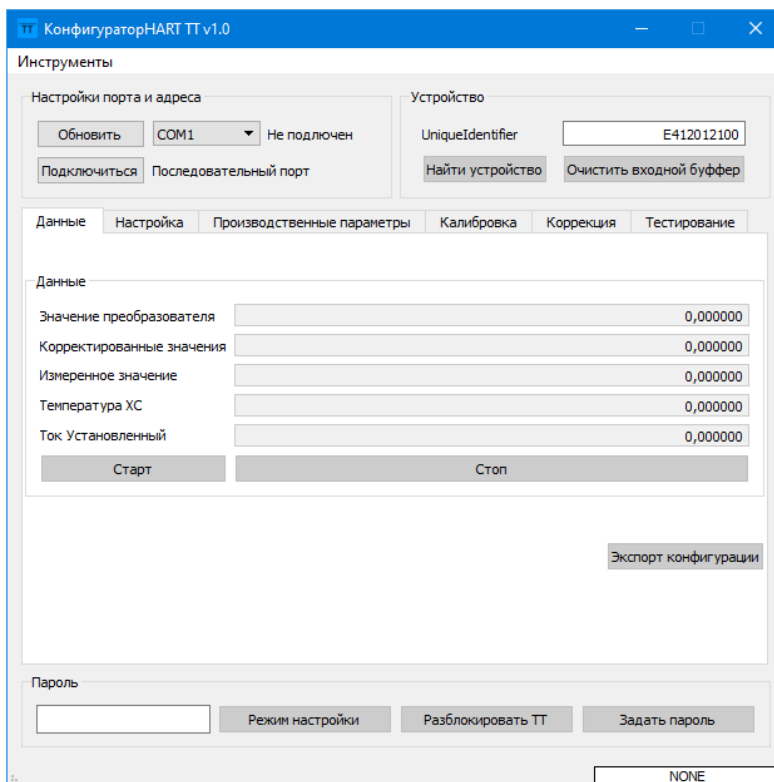

Рисунок 6 – Экранная форма ПО «Конфигуратор HART TT»
2.3.7 В случае необходимости изменения типа чувствительного элемента, НСХ, изменения диапазонов измерения: преобразователь с HART-протоколом может быть перенастроен с помощью ПО «Конфигуратор HART ТТ» (рисунок 6), преобразователь без HART-